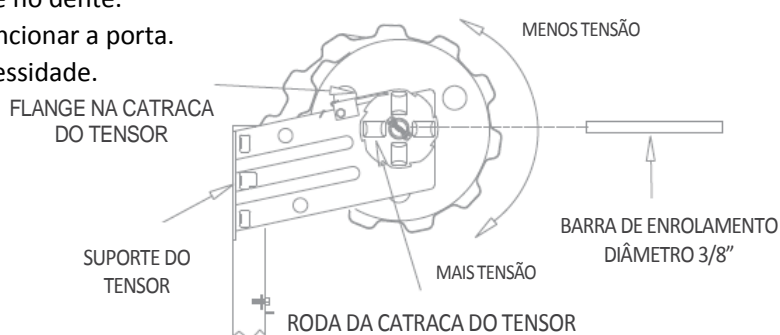

FIGURA 12
- Colocar a barra de enrolamento de $\frac{3}{8}$ " na roda da catraca do tensor. **Ver a figura 12.**